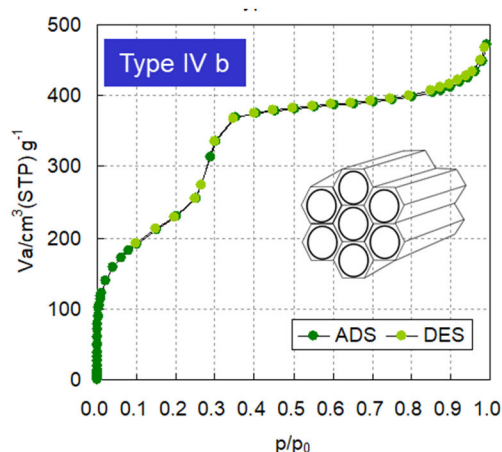
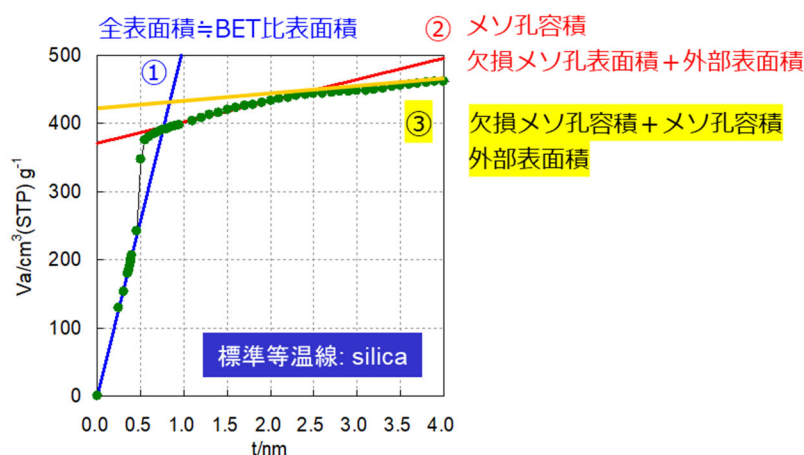

図1 MCM41(前処理: 673 K, 3 h, vac)
図2 MCM41のt-plot
メソポーラスシリカ MCM41 の $N_2@77.4\text{ K}$ 吸脱着等温線（図 1）は TypeIVb に分類され、メソ孔が存在することがわかります。本等温線に基準 t 曲線としてシリカを用いた t -plot（図 2）を確認すると、毛管凝縮起因である図 2 直線①からの上方へのずれが見られ、メソ孔の存在が確認できます。メソ孔への充填が完了すると $t=0.5\text{ nm}$ 付近で屈曲が見られ（直線②）、 $t=2.0\text{ nm}$ 付近でさらに傾きが減少した直線③が見られることから、メソ孔に欠損があることが推察できます。以上を t -plot 法で解析すると、MCM41 の全面積は BET 比表面積に相当し $792\text{ m}^2\text{ g}^{-1}$ （直線①傾き）、欠損メソ孔表面積と外部表面積の総表面積は $52.4\text{ m}^2\text{ g}^{-1}$ （直線②傾き）と求まり、直線③の傾きより外部表面積 $16.1\text{ m}^2\text{ g}^{-1}$ と求まることから、欠損メソ孔部分の表面積が評価できます。また直線②の切片より、メソ孔の細孔容積は $0.56\text{ cm}^3\text{ g}^{-1}$ と求められ、直線③の切片より、全細孔容積が得られるため、欠損箇所の容積も知ることができます。以上、本 MCM41 の比表面積・細孔容積の結果を表 1 にまとめます。